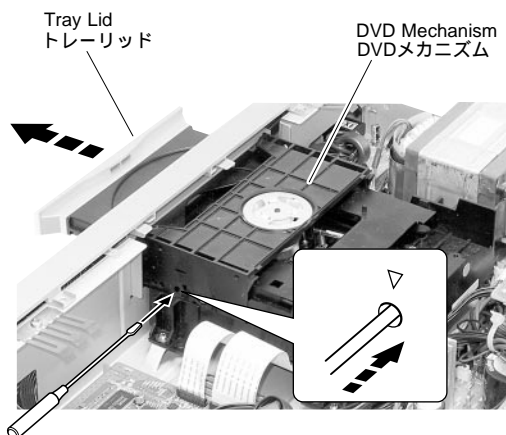

Fig. 1-1
- a. Insert a stick or the like into the hole in the right side of the DVD mechanism and push the lever to take out the tray. (Fig. 1-1)
- a. DVDメカ右横の孔から棒状のものを差し込み、レバーを押して、トレーを出します。(Fig. 1-1)
- b. リッドを外します。(Fig. 1-1)